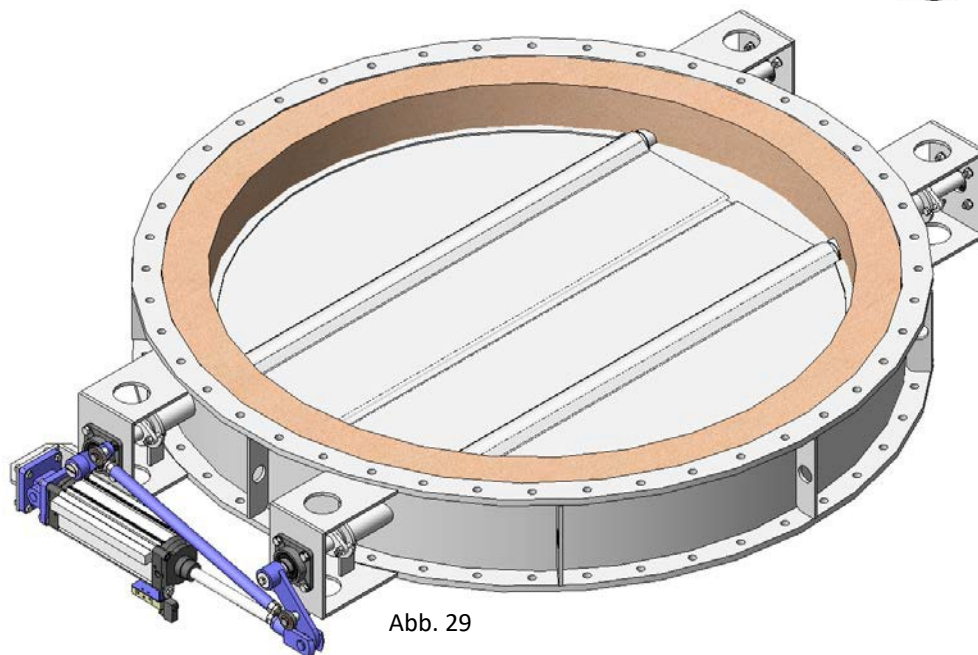

Abb. 29
- Pneumatischer Linearzylinder (Abb. 29) *